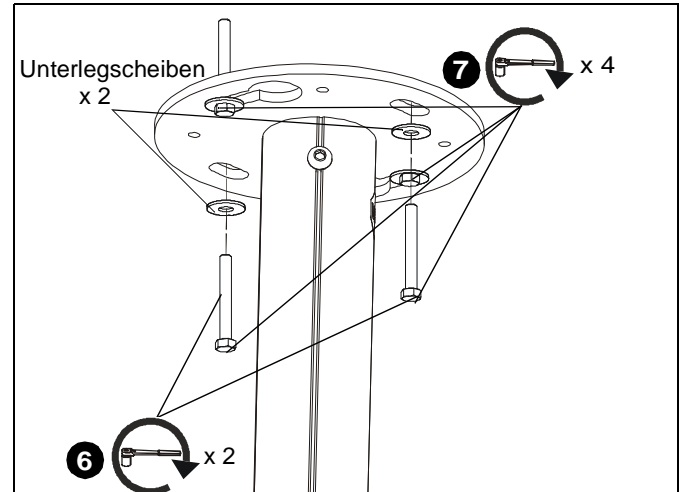

Abbildung 8
6. Montieren Sie zwei 7,9 mm x 69,9 mm (5/16" x 2 3/4")-Schrauben (nicht mitgeliefert) durch zwei flache 7,9 mm (5/16")-Unterlegscheiben (nicht mitgeliefert) durch die Löcher auf der Deckenplatte (A) in den Dübeln. (Siehe Abb. 8)
7. Ziehen Sie alle vier Schrauben an, um die Platte an der Decke zu fixieren. (Siehe Abb. 8)